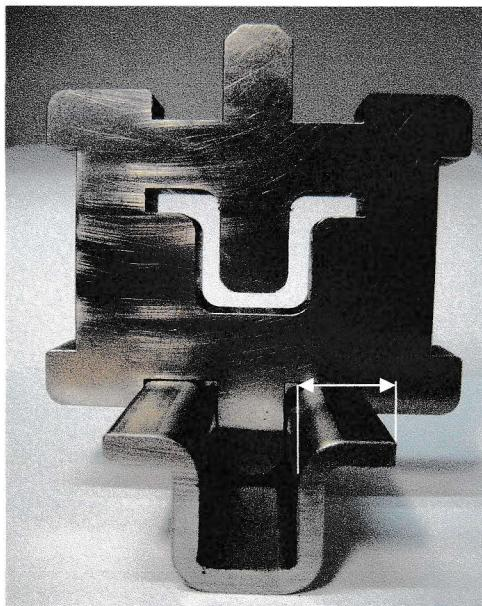

Bild Nr.2 Ermitteln Größt-/ Kleinstmaß,
1. **Bild Nr.2:** Größtmaß- Flanschbreite (GR). Der Flansch muss in die Lehre passen.
1. **Bild Nr.2:** Kleinstmaß- Flanschbreite (KL). Der Flansch darf nicht in das Kleinstmaß der Lehre passen.